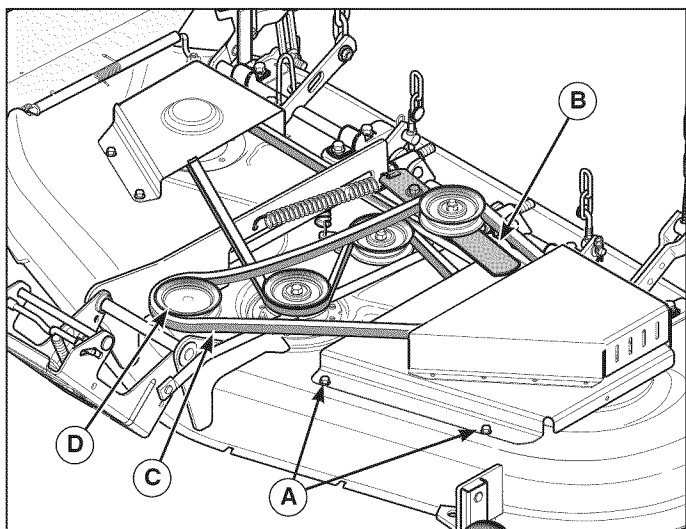

Figura 24
3. Quite los tornillos y la cubierta (A, Figura 24) del huso de la cuchilla izquierda.
4. Tire del brazo auxiliar (B) para liberar la tensión de la correa. Quite la correa (C) de la polea del PTO (D).